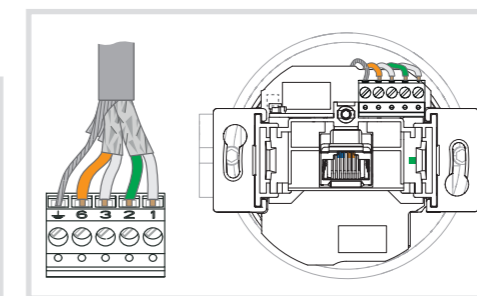

Bild 4
- Klemmblock (1) auf die Kontaktstifte (3) stecken (Bild 4).